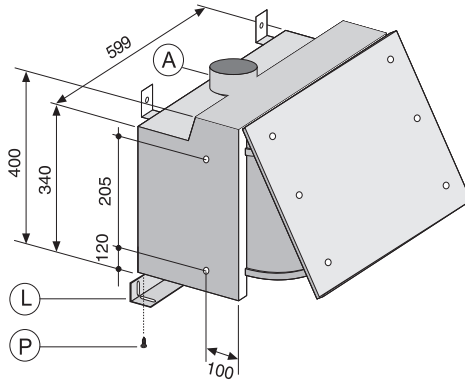

Abb. 1
- Zwei Löcher (Durchmesser 2,5 mm) wie in Abb.1 gezeigt in die Seitenteile der Hängeschränke bohren.
- Den eventuell zwischen der Wand und der Haube entstehenden Hohlraum mit Hilfe des Distanzstücks (L) schließen, das über die Schrauben (P) reguliert wird (Abb.1).
- Die Haube mittels der Schrauben (P) am Distanzstück befestigen (Abb.1).